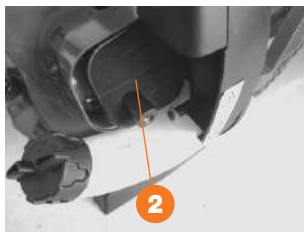

Рис. 44
2. Извлеките фильтрующий элемент ❷ (рис. 44).